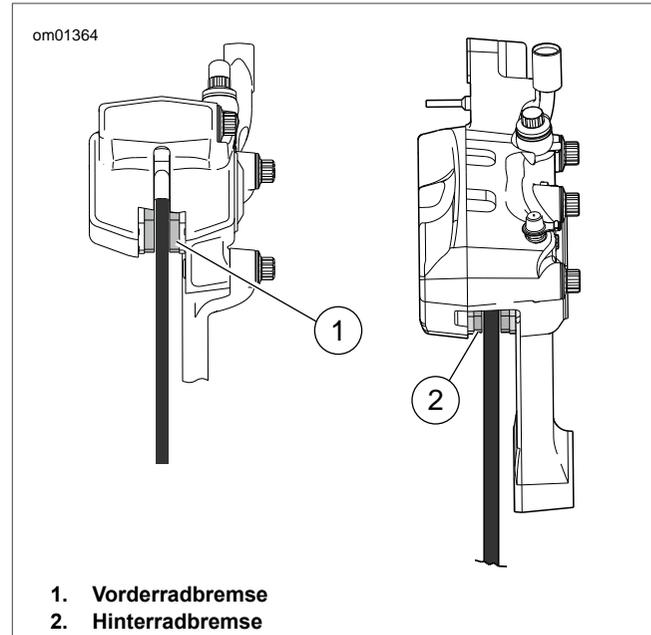

Abbildung 35. Bremsbelagmaterial
1. Siehe Abbildung 35. Die Bremsscheibe prüfen, wenn diese gedreht wird. Die Scheibe muss schlagfrei im Bremssattel laufen.